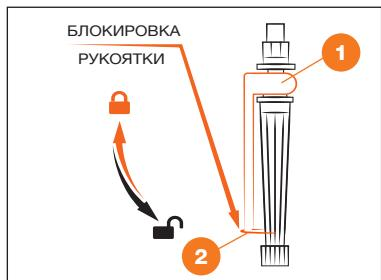

Рис. 8
В случае, если Вам требуется распылять жидкость непрерывно, нажмите на рукоятку управления ① и заблокируйте рукоятку кольцом ② – рукоятка управления зафиксируется (Рис. 8).